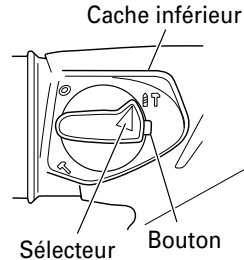

Fig. 6
- (1) Commutation sur "rotation + percussion"
- (b) Aligner ▲ du levier de sélection sur **RT** du support de levier comme indiqué sur la Fig 6.